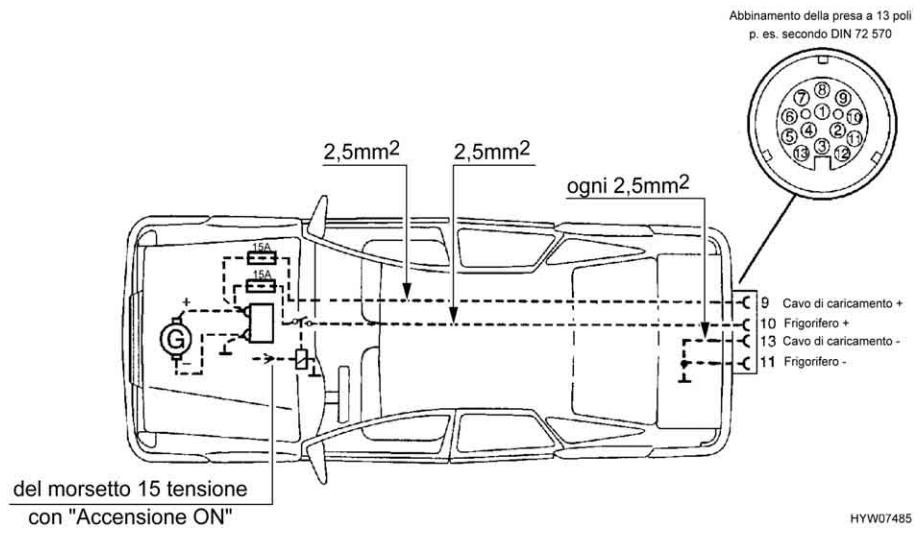

Fig. 68 Installazione per veicolo trainante (pacchetto autarchico)
- ▷ Attrezzare la motrice con le sezioni di cavo relative e con un relais per l'alimentazione elettrica (comandata tramite accensione) (vedi Fig. 68).